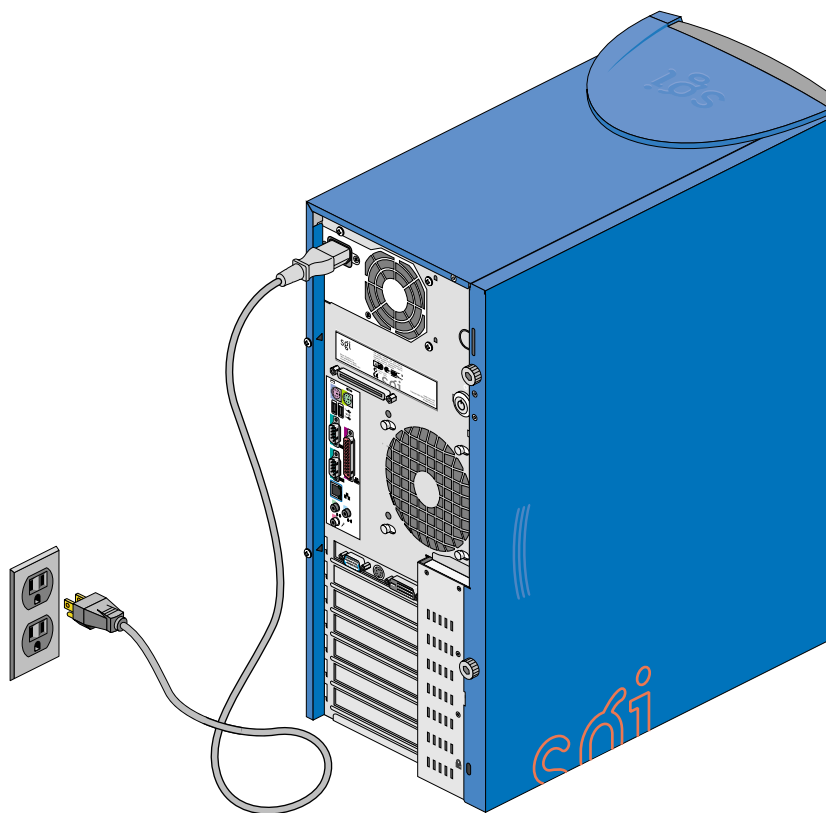

図1-6 AC電源ケーブルの接続
1. 図1-6に示すように、AC電源ケーブルをシステムに接続します。